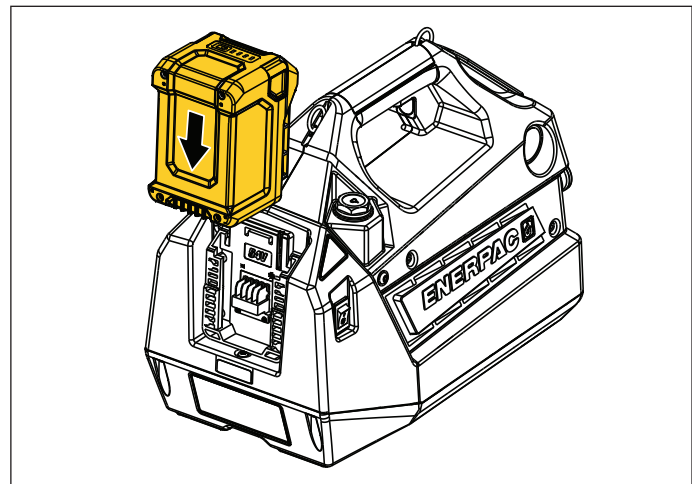

Abbildung 7: Akku – Einsetzen
- **Einsetzen des Akkus in die Pumpe:** Schieben Sie den Akku an der Rückseite der Pumpe nach unten in die Akku-Schnittstelle. Stellen Sie sicher, dass der Akku richtig einrastet. Siehe Abbildung 7.